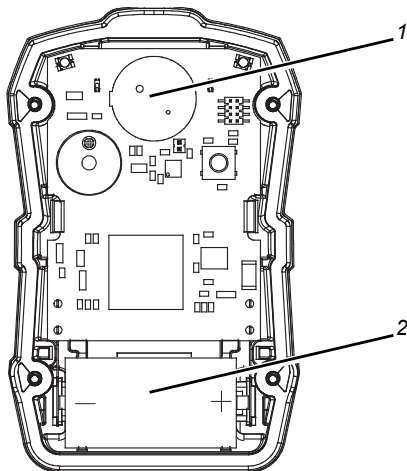

Fig. 14 Remplacement de la cellule et de la pile
- (1) Vérifier que l'appareil est réellement hors marche.
- (2) Retirer les quatre vis du boîtier et la partie avant pour accéder à la cellule (située en haut de l'appareil, à côté des voyants d'alarme → Fig. 14).
- (3) Sortir doucement la cellule et l'éliminer de manière appropriée.